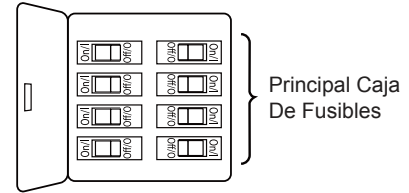

Figura 1
### Uso de perfil bajo (Figura 1)
1. Extraiga la pieza de la bola colgante de la unidad de la bola colgante / varilla aflojando el tornillo de presión de la bola colgante hasta que la bola se libere de la varilla. Retire el pasador del barral y luego extraiga la semiesfera. Conserve el pasador y la semiesfera para su reinstalación en el paso 6. (Figura 1)
Para evitar una posible descarga eléctrica, asegúrese de cortar la alimentación eléctrica de la caja de fusibles principal antes de colgar el ventilador. (Figura 1)
- 1. Para configurar el código de unidad del receptor. Deslice los interruptores de código a las mismas posiciones que en el transmisor. (Figura 1)
1. Instale la cubierta rotando la ranura clave en la cubierta sobre el tornillo de hombro del soporte del gancho, teniendo cuidado de no pillar los cables. Fije el tornillo de hombro. Instale adecuadamente y fije el segundo tornillo de hombro que fue anteriormente guardado. (Figura 1)
1. Deslice con cuidado las aspas a través de la ranura, como se muestra. Fije las cuatro palas correctamente usando las placas de las palas y los tornillos de cabeza dentada. (Figura 1)
1. Extraiga uno de los tres tornillos del soporte ubicado en la parte interior de la unidad del motor. Guárdelos para después y afloje levemente los otros dos tronillos. (Figura 1)
1. **IMPORTANTE:** El uso de un regulador de la intensidad completa (no incluido) para controlar la velocidad del ventilador dañará el dispositivo. Para reducir el riesgo de incendio o descarga eléctrica, no utilice dicho regulador para controlar la velocidad del ventilador. (Figura 1)